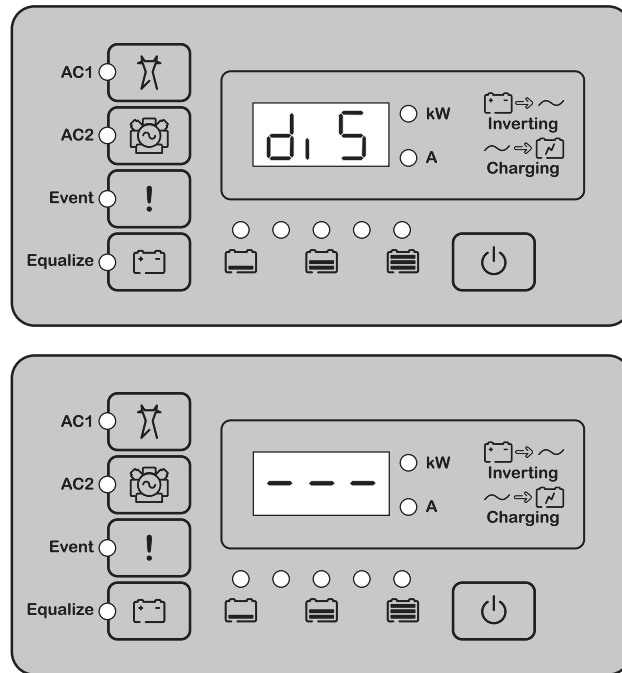

Figura 3-19 La transición al modo deshabilitado
- ◆ En el panel de información del inversor, pulse simultáneamente los botones STARTUP/SHUTDOWN (Encendido/apagado) y Equalize (Ecuilizar). El Conext XW+ ahora está deshabilitado, y aparece brevemente **d15** (deshabilitado) en la pantalla de información del inversor, seguido de “- - -” (como se ve en la Figura 3-19).